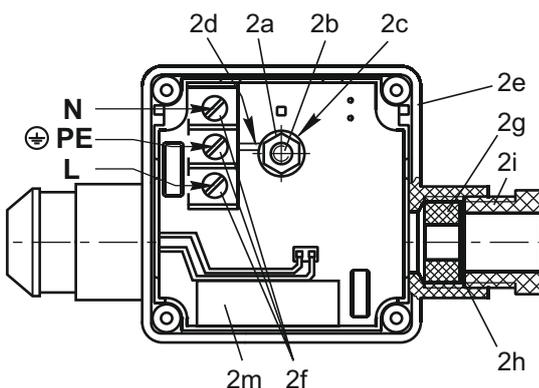

Рис. 2
4.3.3 На лицевой поверхности клеммной коробки открыты четыре винта крепления крышки. Снимите крышку клеммной коробки вместе с резиновым уплотнением. Клеммная коробка со снятой крышкой показана на рис.2.